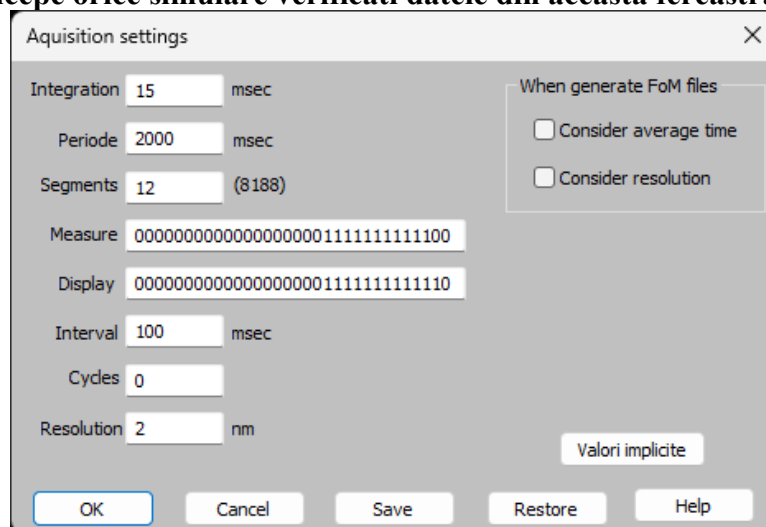

Fig. 6.6.17.3
- **Settings** – Asa cum s-a afirmat mai sus semnalul masurat de spectrometrul fotometrului GSM1101 este afectat de zgomotul spectrometrului. Ptr. a se micsora zgomotul se masoara mai multe spectre succesive dupa care se face media. Problema este ca spectrele succesive nu sunt ptr. aceeasi grosime (in special cand rata este relativ mare sau se evapora materiale in indici mari). De asemeni rezolutia spectrala a spectrometrului nu este infinita motiv ptr. care spectrele sunt afectate si de acest fenomen (similar cu masurarea unor filtre interferentiale de banda ingusta cu un spectrofometru cu largimea spectrala a fantei mai mare decat largimea spectrala a filtrului). Ptr. a corecta aceste fenomene prin apasarea butonului **Settings** se creaza fereastra din Fig. 6.6.17.3. Fereastra are urmatoarele campuri active: